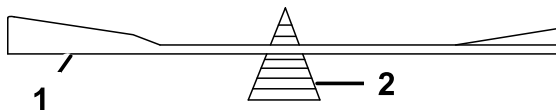

Figura 61
- Verifique el equilibrio de la cuchilla colocándola sobre un equilibrador de cuchillas (Figura 61).